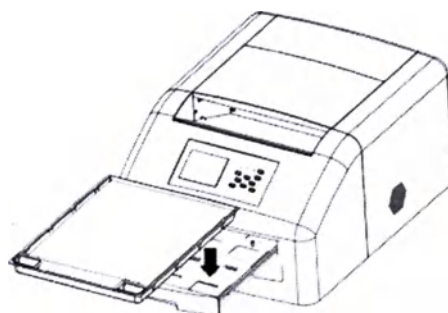

Рисунок 20 –Извлечение отсека кассеты принтера
- выдвинуть отсек кассеты принтера (Рисунок 20).